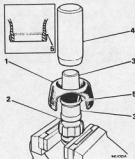

Abb. G.16
1. Neue geschlossene Halteschelle über das Innenblech einer neuen Gummimanschette setzen, so daß die Abbiegung der Schelle zur Innenseite der Manschette weist, siehe Abb. G.16.
2. Abb. G.16 beachten. Innenteil mit Nabe oberliegend in einen weichen Schraubstock spannen und Dorn des Werkzeuges 18G 1251 einführen. Welche Schicht "Teepel" oder flüssiges Reinigungsmittel auf Nabe und Dorn sowie Innenseite der Gummimanschette auftragen. Manschette am Dorn herunterschieben und dann Hilfe des Werkzeuges 18G 1251 verwenden um Manschette unter Handdruck ganz auf die Sprengring-Auflagefläche der Gelenknabe zu schieben.